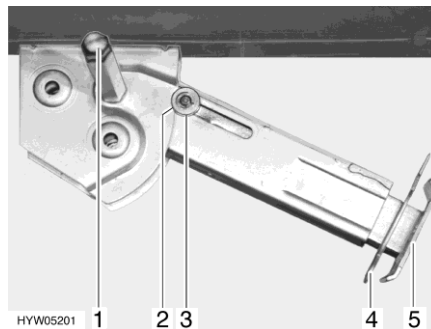

Bild 24 Hubstütze
- Am Sechskant (Bild 24,1) den Steckschlüssel aufstecken und drehen, bis die Hubstütze senkrecht nach unten steht.
- Splint (Bild 24,4) aus der Stützfußverlängerung (Bild 24,5) herausziehen.
- Am Sechskant (Bild 24,1) den Steckschlüssel aufstecken und drehen, bis die Hubstütze wieder vom Boden frei ist.
- Stützfußverlängerung (Bild 24,5) ganz einschieben und Splint (Bild 24,4) in die vorgesehene Bohrung an der Stützfußverlängerung stecken.
- Mit Steckschlüssel am Sechskant (Bild 24,1) drehen, bis Hubstütze nach oben geschwenkt und die Führungsscheibe (Bild 24,3) vollständig in die Kerbe (Bild 24,2) eingefahren ist.